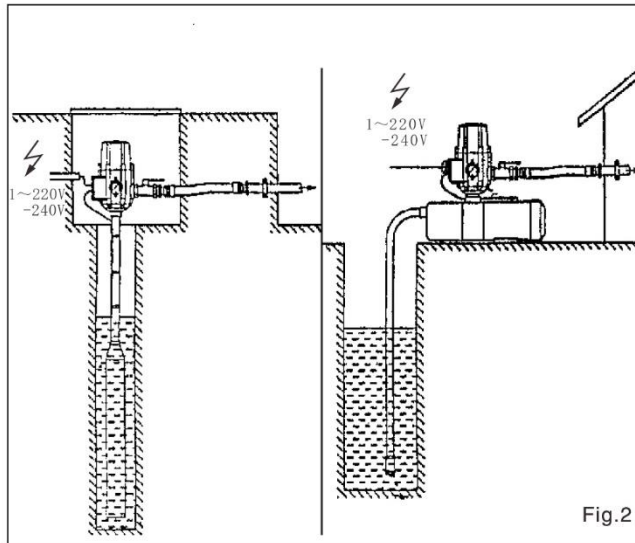

Fig. 2
**HYDRAULIC CONNECTION(Fig.2):**